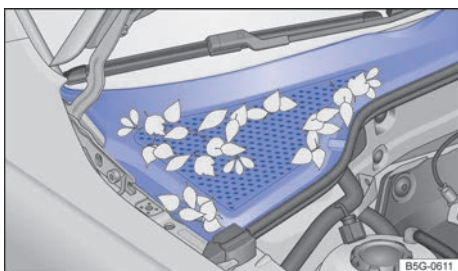

Fig. 191 Entre el vano motor y el parabrisas: caja de aguas (representación esquemática).
Retire la hojarasca y otros objetos sueltos con un aspirador o la mano → fig. 191 → ①. La limpieza del vano motor se debería encargar siempre a un taller especializado → ⚠.